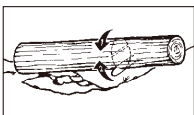

Fig. 13C
3. Tronco appoggiato su sostegni su entrambe le estremità: Per prima cosa, eseguire un taglio dall'alto di 1/3 del diametro del tronco per evitare che si formino delle schegge. Secondo, eseguire un taglio dal basso per evitare che la motosega rimanga incastrata (Fig. 13C).